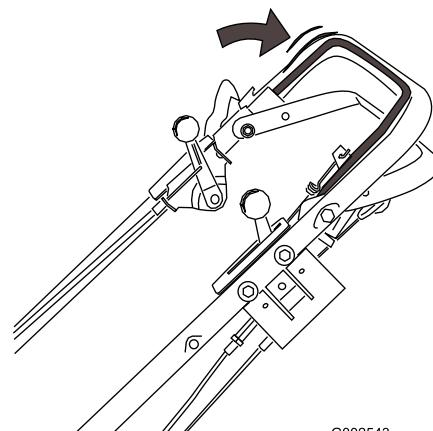

Bild 13
2. Drücken Sie den Schaltbügel gegen den Griff und halten sie ihn gegen den Griff gedrückt (Bild 13).